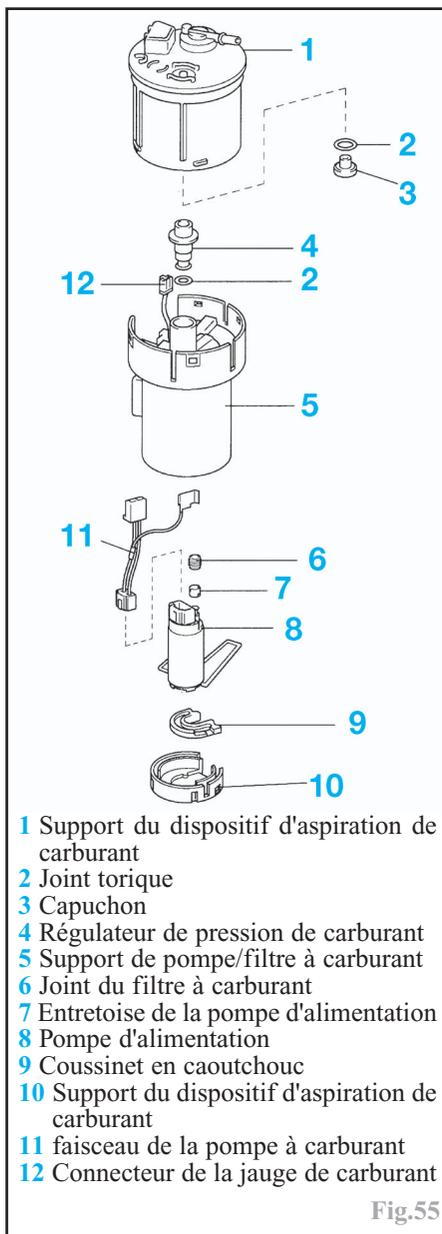

Fig.55
Déposer le coussinet en caoutchouc (9) (Fig.55).
Débrancher le connecteur (11) de la pompe d'alimentation du support du dispositif d'aspiration de carburant et de la pompe d'alimentation (Fig.55).